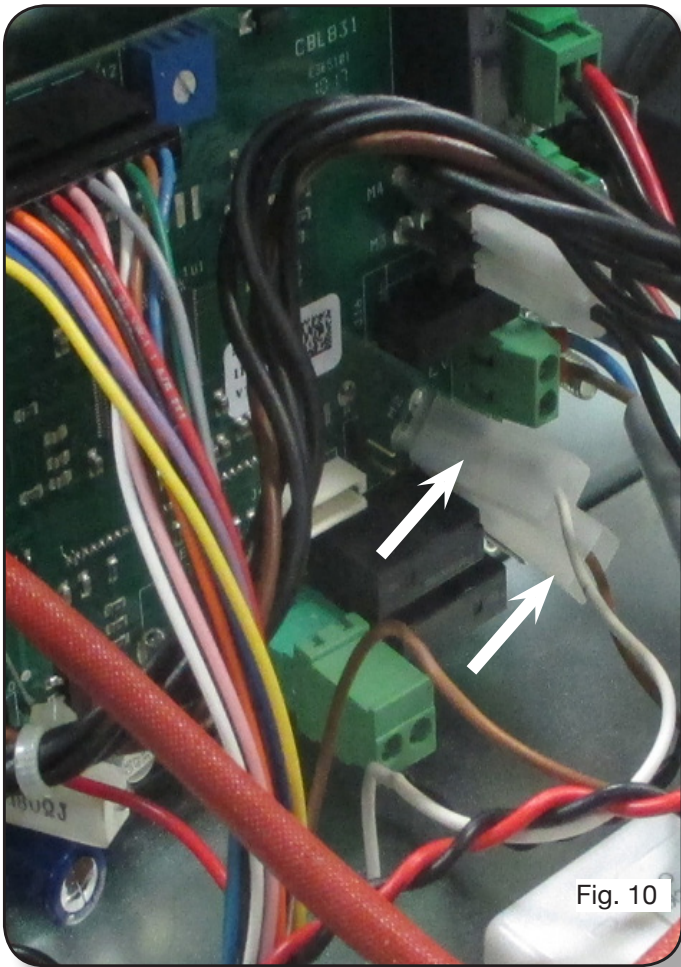

Fig. 10
- Enchufar los conectores FASTON hembra en los extremos de los cables blanco y marrón de la conexión 2 a los conectores FASTON macho indicados con M1 y M2, como se muestra en la fig. 10